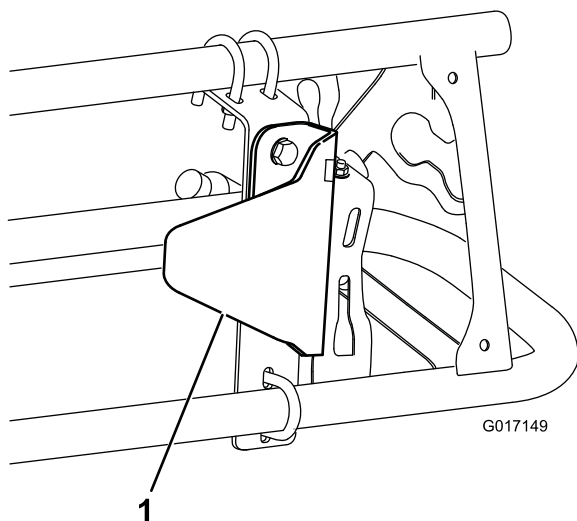

Figura 16
1. Soporte de montaje (2) 2. Contratuercas (1/4") (12)
2. Instale el protector del sensor en el soporte de montaje con 2 pernos (5/16" x 3/4") y 2 tuercas con arandela prensada (5/16") según se muestra en Figura 16.